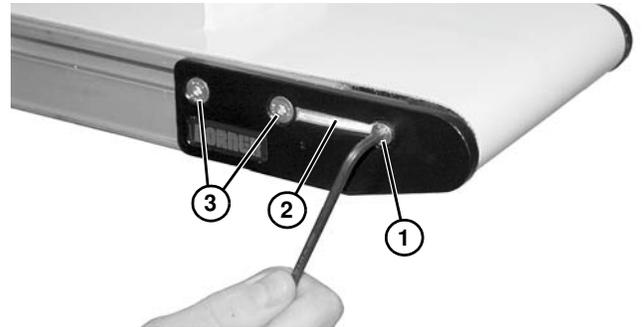

Figura 62
1. En un lado del transportador, quite el tornillo (Figura 62, artículo 1) y extraiga la cubierta antipolvo (Figura 62, artículo 2), si está instalada.
2. Quite los dos tornillos de sujeción (Figura 62, artículo 3).